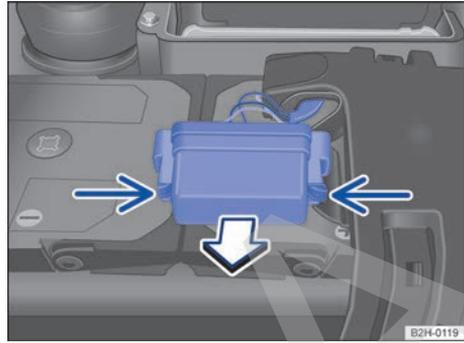

Fig. 168 En el compartimento del motor: cubierta de la caja de fusibles.
- Para desbloquear la cubierta de la caja de fusibles situada encima de la batería del vehículo, comprima las teclas de bloqueo ⇒ fig. 168 (flechas).